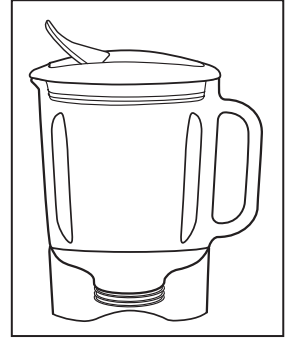

FIGURE 6
**(!!!) AVERTISSEMENT:** Pour le mélange de la nourriture CHAUDE, ouvrir le bec verseur pour laisser la vapeur se dégager. Couvrir partiellement l'ouverture en gardant les mains et la peau nue hors portée de l'ouverture afin d'éviter tout risque possible de brûlures (Figure 6).
**(!!!) AVERTISSEMENT:** Pour le mélange de liquides CHAUDS, ouvrir le bec verseur, démarrer à faible vitesse et augmenter lentement la vitesse par la suite. Ne pas ajouter de liquide qui dépasse le niveau de deux tasses (.5 L). Toujours garder les mains et la peau nue hors portée de la vapeur. Faire démarrer le mélangeur à la vitesse la plus faible (Figure 6).
- Ne pas retirer le couvercle lorsque le mélangeur marche. Ouvrir le bec verseur pour introduire les plus petits ingrédients (Figure 6).